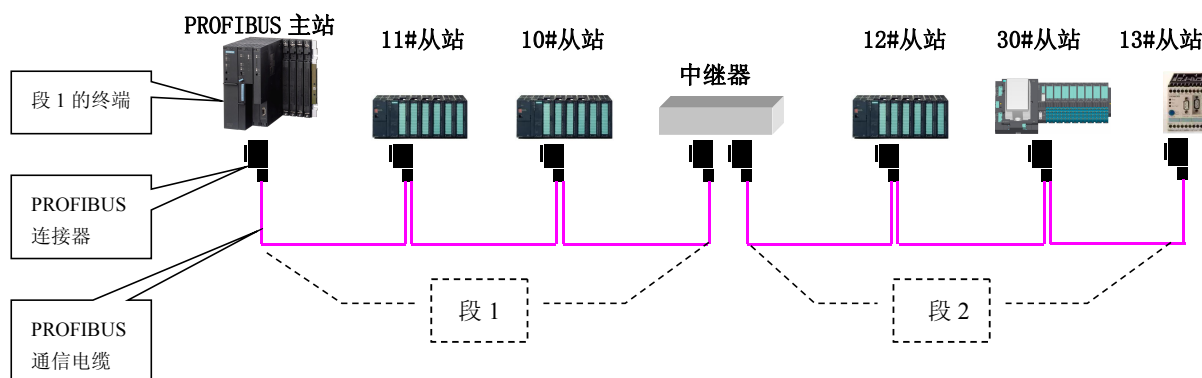
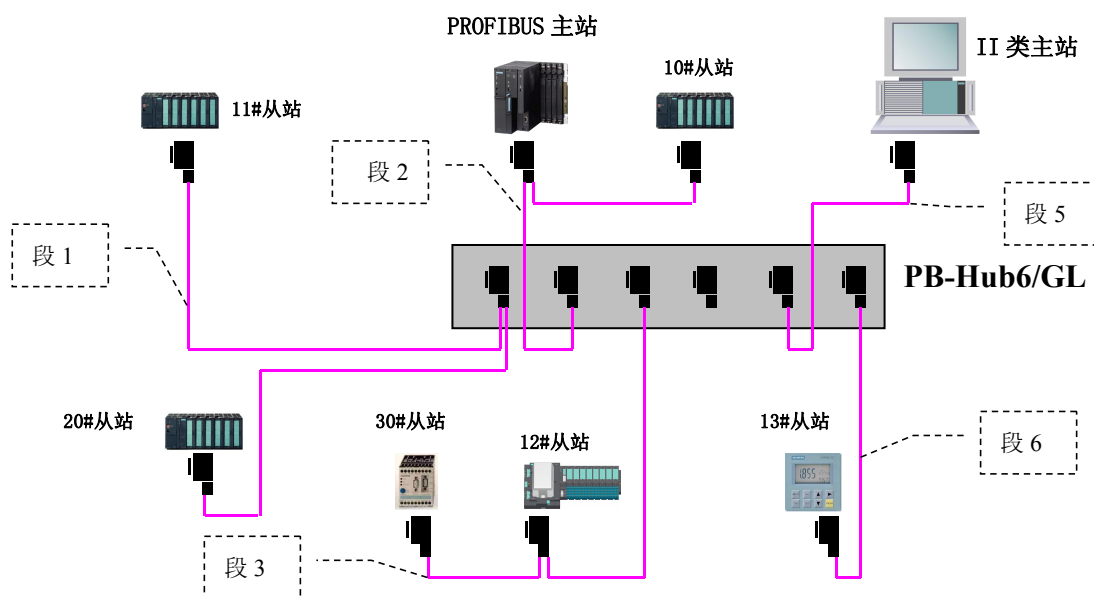

图 1-1 PROFIBUS 现场总线一般采用总线型网络拓扑结构
图 1-2 PROFIBUS 组网中采用“PROFIBUS 集线器 PB-Hub6/GL”可以实现树形及混合型结构
- (1) PROFIBUS 基于 RS485 技术的物理层传输时，一般采用总线型的网络结构，如图 1-1 所示，图中标出段、终端、中继器、连接器等网络设备和概念。
- (2) PROFIBUS 站点数在逻辑上可以有 126 个（站地址 0~125 可用于一般主/从站）。一个 PROFIBUS 段内最多有 32 个站点。如果需要 PROFIBUS 总线上连接多于 32 个站的站点就必须使用中继器类的设备扩充成几个段。
- (3) 一个 PROFIBUS 段的两个终端站点必须设置终端电阻，而且两个终端站点在网络运行期间不能断电。终端站点设置终端电阻通常是通过标准 PROFIBUS 插头上的终端电阻开关设置（请参照北京鼎实科技的《PROFIBUS 专用插头-DS50B》产品资料）。因此判断哪个站是段的终端站点至关重要（可电话查询北京鼎实科技技术支持：010-62054940）。
采用 PROFIBUS 专用电缆，专用插头可以很方便地实现站点的总线型连接方式，如图 1-1。但很难实现 PROFIBUS 的树型及混合型拓扑结构的网络要求。PROFIBUS 集线器 PB-Hubx/GL 可方便实现 PROFIBUS 的树型及混合型结构，见图 1-2。